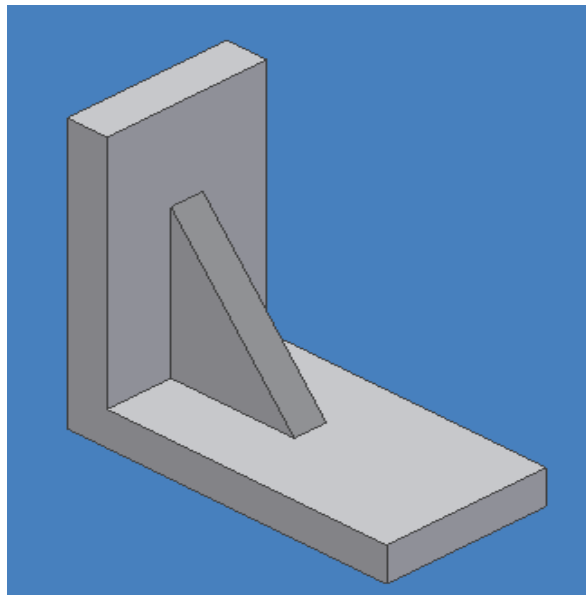

Figura 3.47 *Generación de un nervio o soporte.*
- Indique la dirección del soporte y finalice presionando ENTER, figura 3.47.